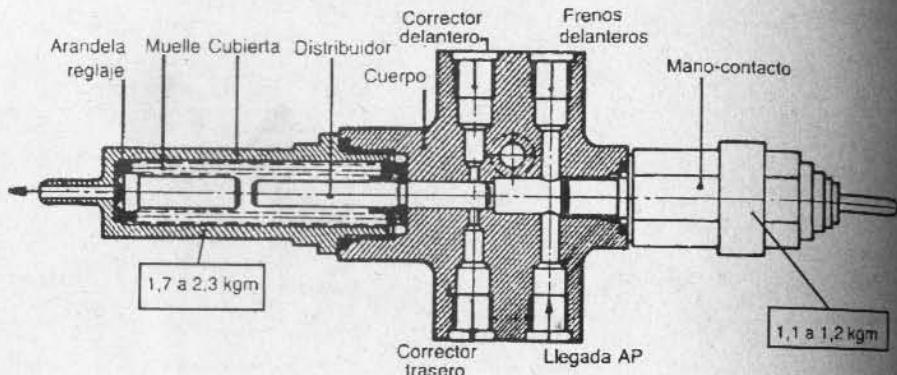

Fig. 1-24.— Válvula de seguridad, repartición y retención de presión
**17. Válvula de seguridad, repartición y retención.**— El cuerpo de la válvula de seguridad tiene 4 bocas, de las cuales 2 alimentan los correctores delantero y trasero. Durante la ausencia de presión, ambas bocas se mantienen obturadas por el distribuidor, para que el vehículo mantenga su altura en reposo (Fig. 1-24).